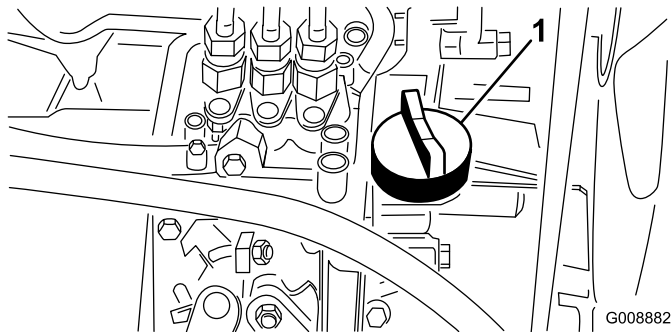

**Figura 20**
2. Togliete l'asta di livello ed asciugatela con un panno pulito (Figura 20).